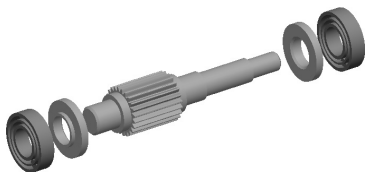

图 5-63 设置所有零部件的移动距离
STEP 2 通过与 **STEP 1** 相同的操作,分别为零件添加在 Z 轴上的移动距离,左侧“输入轴承”为 80mm,右侧“输入轴承”为-180mm,右侧“齿轮上的挡油环”为-150mm,效果如图 5-63 所示,完成此子装配爆炸视图的创建,保存退出即可。